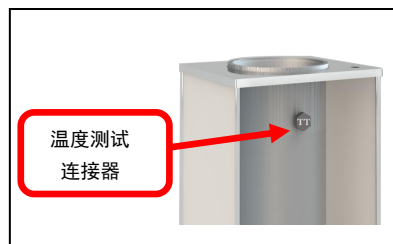

图 1
- 4. 14 灭菌器装有温度测试连接器 (温度测试用), 并标有“TT”字样 (图 1), 平时有帽盖密封。